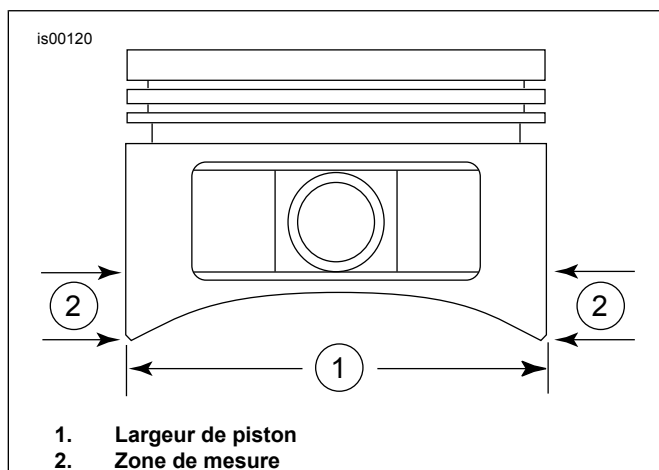

Figure 1. Dimensions de piston
- Voir Figure 1 . Mesurer la largeur du piston (1) à 90 degrés à l'horizontale des deux côtés du trou de l'axe de piston et à 7,23 mm. au-dessus (2) de la partie la plus basse de la jupe